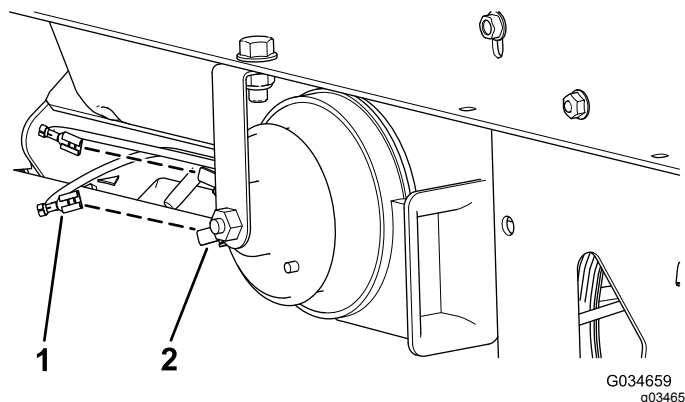

Рисунок 2
3. Вставьте два гнездовых разъема главного жгута проводов в два штыревых разъема звукового сигнала на 12 В (Рисунок 2).